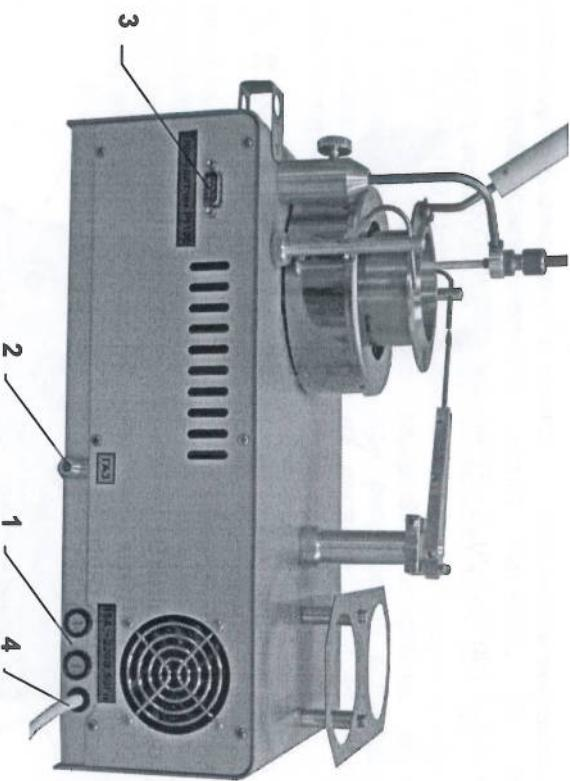

Рис. 3. Аппарат ТВО-ЛАБ-01. Задняя панель.
На задней панели аппарата (см. рис. 3) расположены сетевые предохранители (1), штекер для подсоединения к источнику газа (2), разъем для подключения датчика температуры (3) и вывод кабеля электропитания (4).
- Газовые вентили для регулировки подачи горючего газа (4):